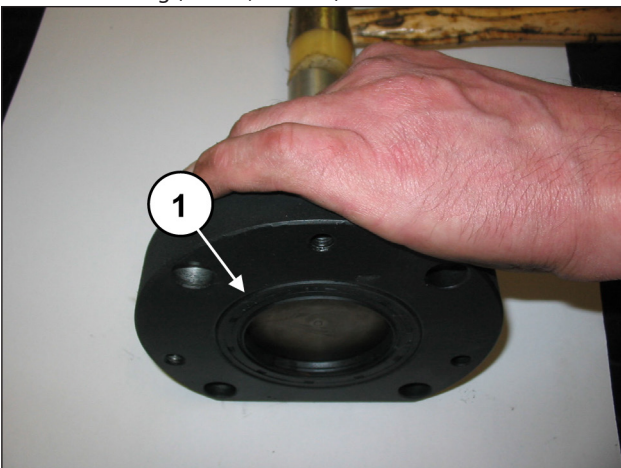
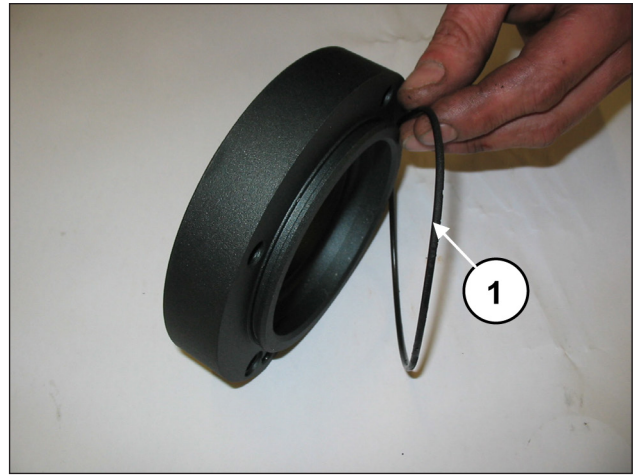
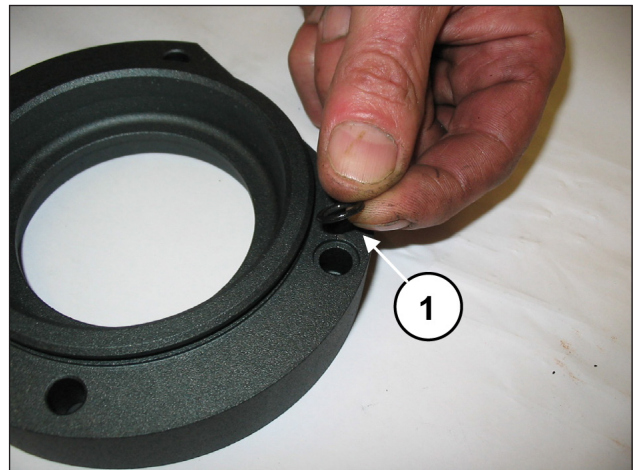

Abb. 29
Abb. 30
Abb. 31
Entfernen Sie den radialen Dichtring (Pos. ①, Abb. 29) den äußeren O-Ring (Pos. ①, Abb. 30) und den O-Ring der Schmierbohrung (Pos. ①, Abb. 31).